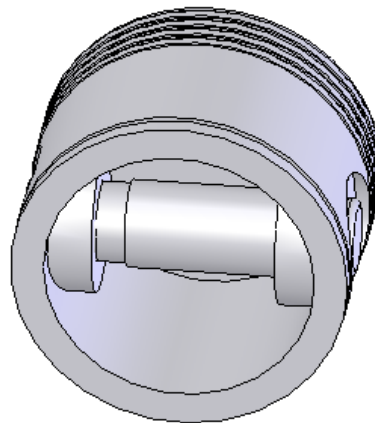

Рис. 7.3.10. Підзбірка «Поршень з пальцем»
6. Збережіть документ. І знову збережіть документ під назвою ПОРШЕНЬ З ПАЛЬЦЕМ СБ. У даній збірці має міститися тільки поршень, кільця, палець і заглушки. Для цього видаліть із попередньої збірки зайві елементи (рис. 7.3.10).